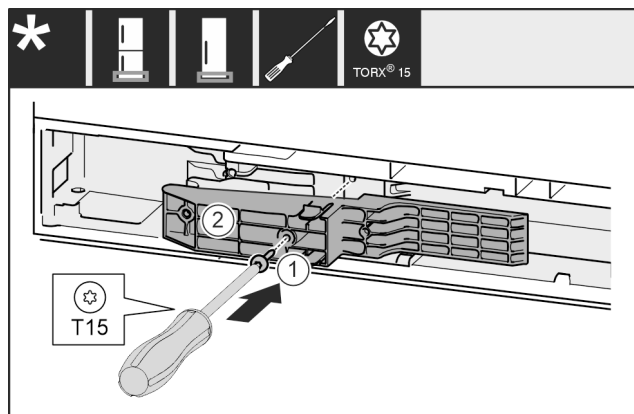

Fig. 47*
- ▶ Indsæt adapterstykket Fig. 47 (1) i udsparringen på grebsiden.*
- ▶ Skru skruen Fig. 47 (2) fast med en skruetrækker.*